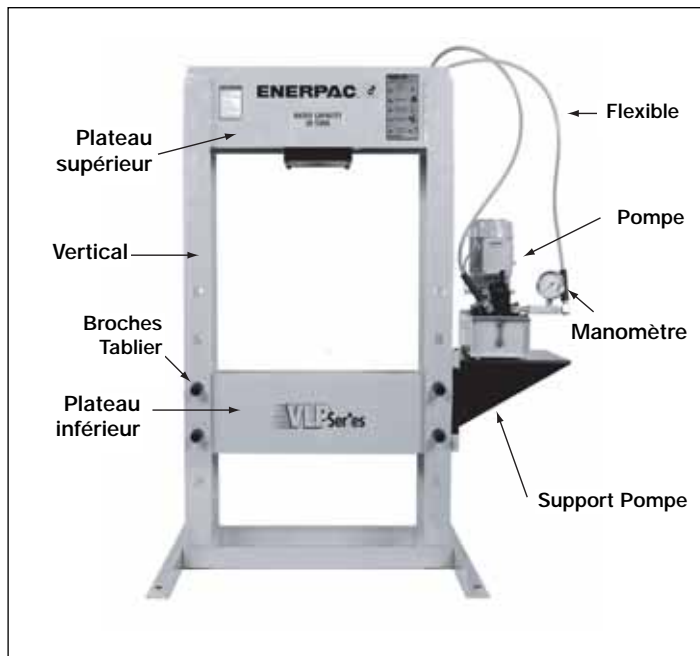

Figure 1, Assemblage de la presse VLP
3.0 INSTALLATION (Se reporter à la Figure 1)